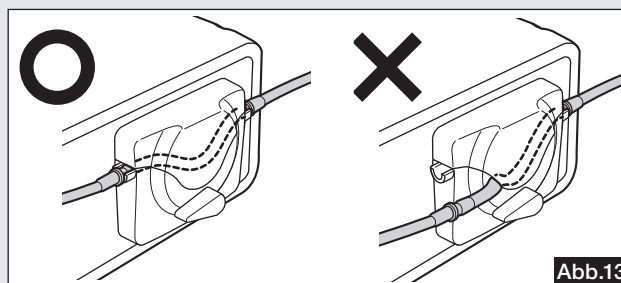

Abb.13
- Nachdem Sie sichergestellt haben, dass der Spülungsschlauch sicher an der Walze angebracht ist, drehen Sie den Drehknopf des Kühlmittelschlauch auf CLOSE. Wenn der Drehknopf auf CLOSE gedreht ist und der Kühlmittelschlauch nicht richtig angebracht wurde, kann der Kühlmittelschlauch beschädigt werden (Abb. 13).